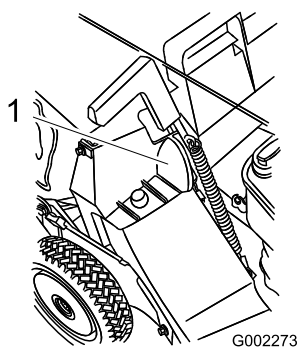

Figure 18
5. Tirez la poignée du volet d'éjection vers l'avant pour dégager le goujon de l'arrêt, puis repoussez la poignée vers l'arrière pour bloquer le goujon dans l'encoche du bac (Figure 18).